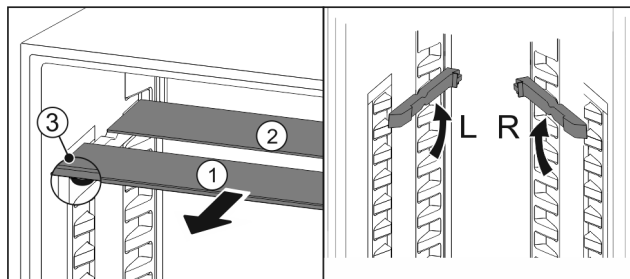

Fig. 25
- Skleněné desky jednotlivě vytáhněte dopředu Fig. 25 (1).
- ▷ Skleněná deska Fig. 25 (1) s ozdobnou lištou leží vpředu.
- ▷ Zarážky Fig. 25 (3) směřují dolů.